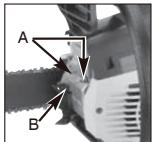

Fig. 17A
- Rimuovere le 2 viti (A) ed estrarre la marmitta. (Fig. 17A).